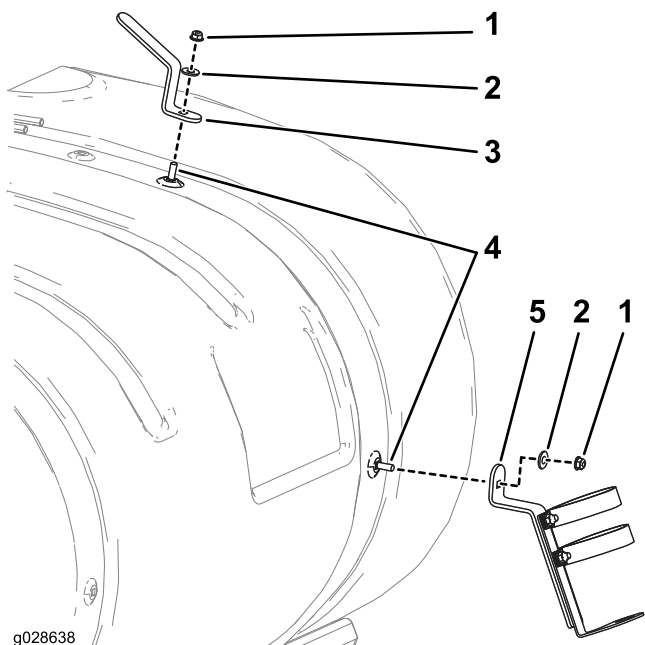

図 3
2. スプレーガンブラケットアセンブリを 図 3 に示すように取り付けるキャリッジボルト5/16 x 3/4 インチ、ワッシャ3/8 インチ、ロックナット5/16 インチを使用する。
3. ホースフックを 図 3 に示すように取り付けるキャリッジ・ボルト5/16 x 3/4 インチ、ワッシャ3/8 インチ、ロックナット5/16 インチを使用する。